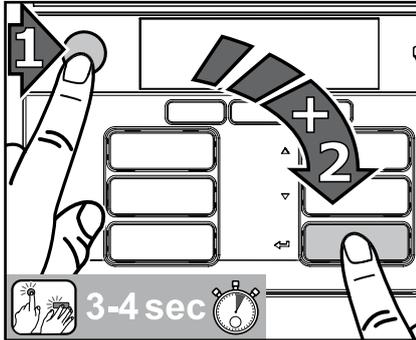

Abb. 42
1. Drücken Sie zuerst den STOPP-Taster, dann die Entertaste und halten Sie beide 3-4 Sekunden gleichzeitig gedrückt, um in den Reinigungsmodus zu kommen. (Abb. 42)